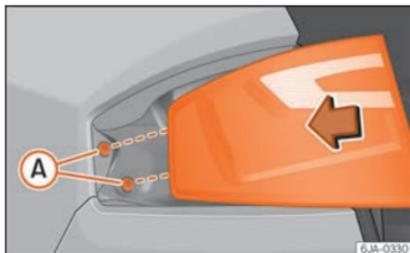

Fig. 102 Montar la unidad trasera.
- Presione de la unidad de luz trasera hacia atrás (dirección marcha del vehículo) encajando las fijaciones en los casquillos de goma »» fig. 102 A.